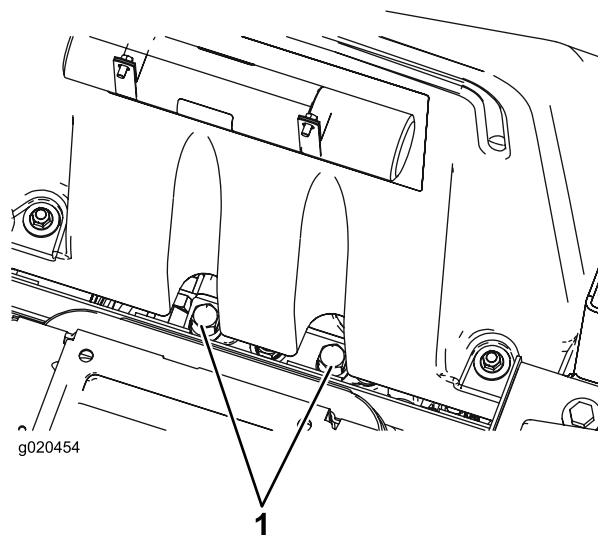

Рисунок 30
1. Поднимите сиденье и найдите перепускные клапаны, расположенные под передней частью топливного бака (Рисунок 30).